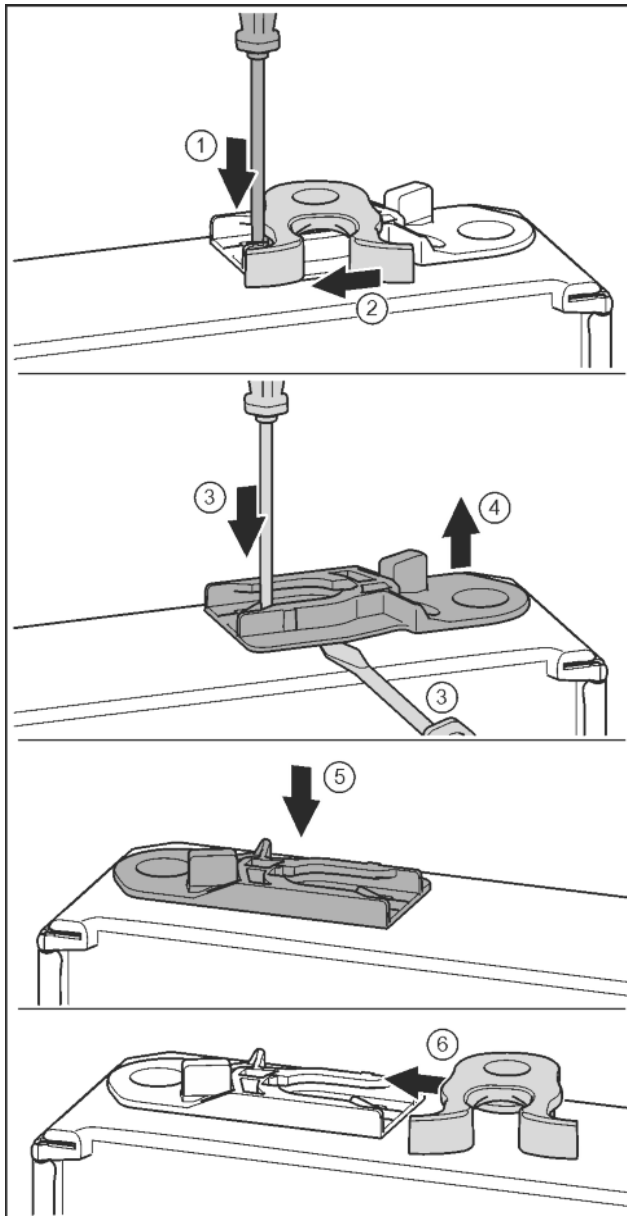

Fig. 14
- ▶ La parte inferiore della porta indica verso l'alto: ruotare la porta. Fig. 14 (1)
- ▶ Con un cacciavite spingere la linguetta verso il basso. Fig. 14 (1)
- ▶ Estrarre il gancio di chiusura dalla guida. Fig. 14 (2)
- ▶ Estrarre la bussola di guida: con un cacciavite spingere la linguetta e contemporaneamente con un cacciavite spostarla sotto la bussola di guida. Fig. 14 (3, 4)
- ▶ Inserire sull'altro lato dell'apparecchio la bussola di guida fornita in dotazione. Fig. 14 (5)
- ▶ Spingere il gancio di chiusura nella guida. Fig. 14 (6)